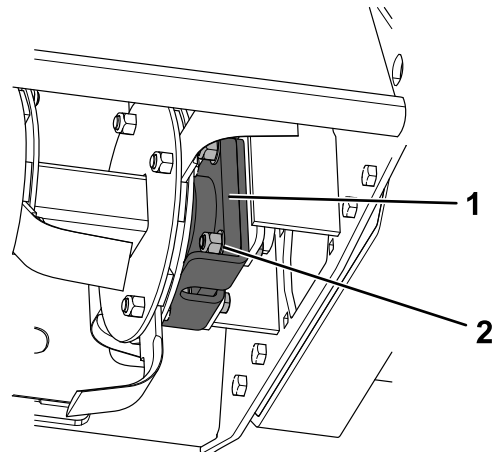

Figure 9
1. Écrou (9/16 po) (4)
5. Soutenez l'ensemble rotor au moyen d'un treuil et déposez les 4 contre-écrous (5/8 po), 4 rondelles et 4 boulons (5/8 x 2-1/2 po) qui fixent le carter de roulement et le roulement à chaque extrémité de l'ensemble rotor (Figure 9).
1. Montez l'ensemble rotor avec les 2 carters de roulements et roulements, au moyen de 4 contre-écrous (5/8 po), 4 rondelles et 4 boulons (5/8 x 2-1/2 po) pour les deux jeux de carters et de roulements (Figure 9). Serrez les boulons à un couple de 183 à 224 N·m (135 à 165 pi-lb).